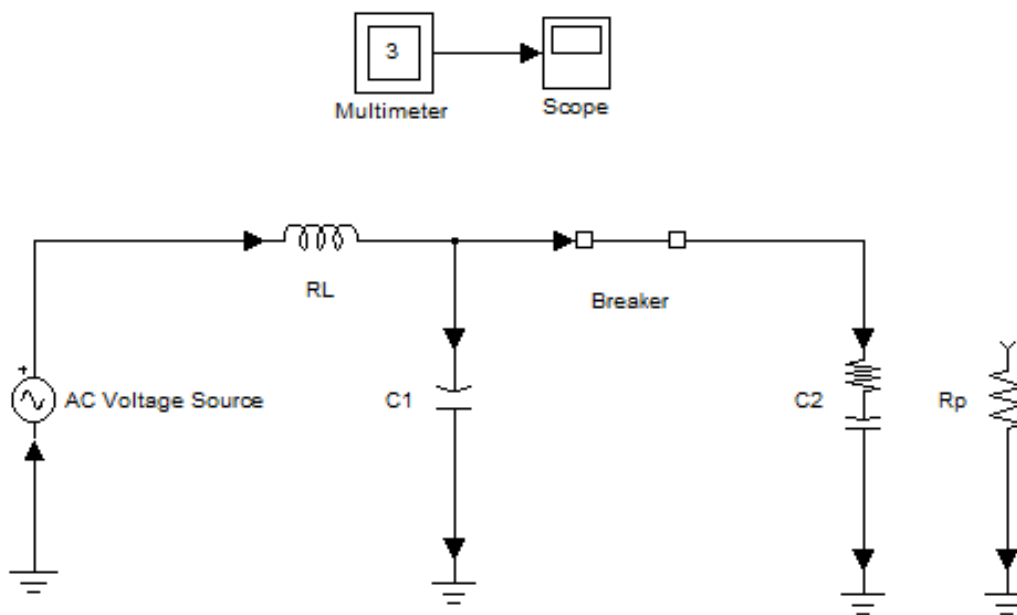

Рис. 6
1. Загрузить модель сети (рис. 6) в математической среде Matlab.
4. Исследовать влияние наличия емкости, постоянно подключенной к источнику на величину перенапряжения. При проведении данного опыта следует иметь в виду тот факт, что при полном отсутствии емкости $C1$ в схеме рис. 6 получение осциллограмм невозможно, поэтому данную емкость следует просто значительно уменьшить (в 50...100 раз). Снять осциллограмму напряжения источника и напряжения на коммутируемой батарее, сравнить с опытом 3.
4. Схема рис. 6.